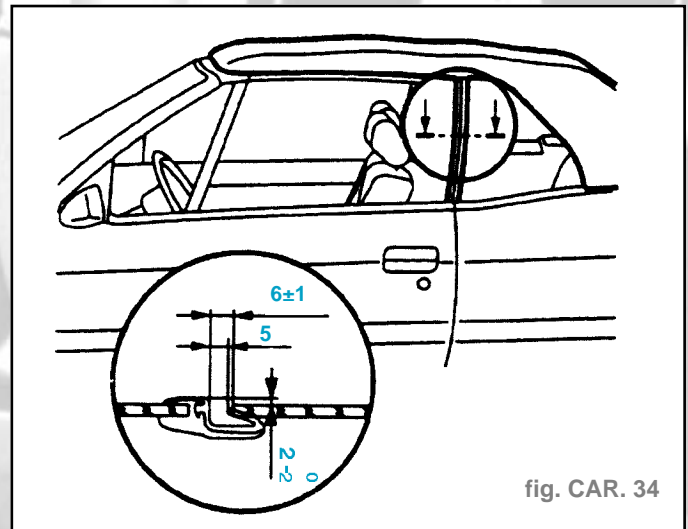

fig. CAR. 34
- Respecter les jeux et affleurement par l'intermédiaire des fixations (10) et (13) à l'aide de l'outil [1] (fig. CAR. 34).